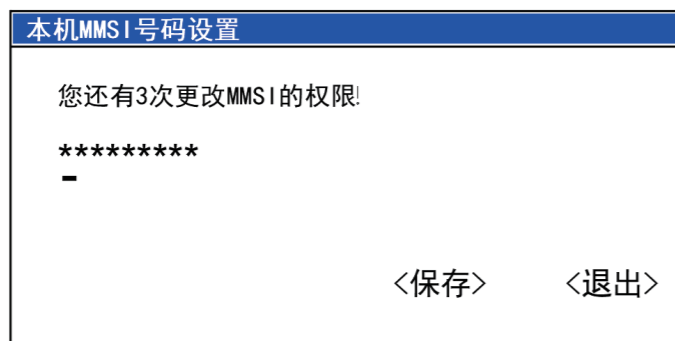

图6.6.1
- a:在数字选呼设置菜单中选择<本机MMSI设置>项,按 [确认] 键打开位置设置对话框,如图6.6.1。